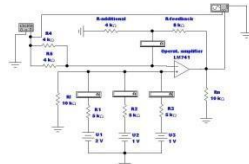

Рис.3
12. Как изменится выходное напряжение схемы на рис. 3, если номиналы сопротивлений R1 и R4 увеличить, а R2 и R5 уменьшить на 2 кОм?